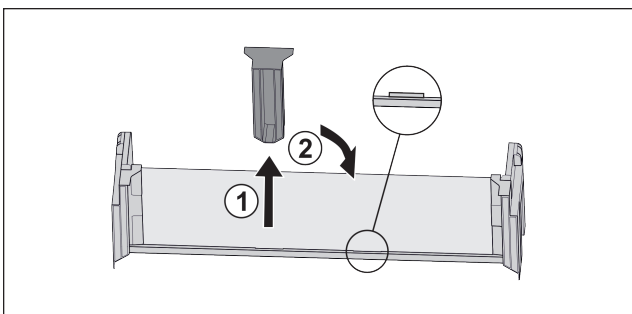

Fig. 118
- ▶ Снимите среднюю поддерживающую деталь Fig. 118 (1).
- ▶ Вставьте среднюю поддерживающую деталь во вторую позицию Fig. 118 (2).